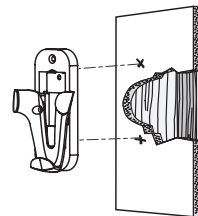

Figura 9c
2. Oriente el portacontrol, como se muestra en la Figura 9c, sobre el pie derecho de 2" x 4".